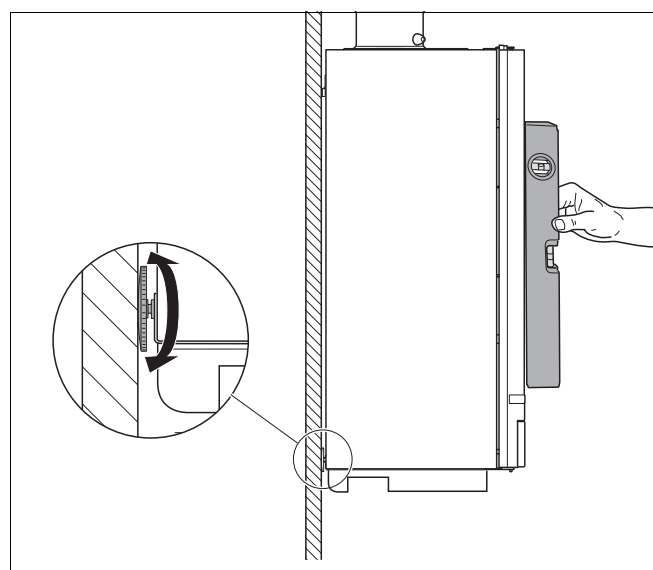

Fig. 10 Justering af kedlen med stilleskrue
- Justér kedlen ved hjælp af stilleskruen og vaterpasset (fig. 10).